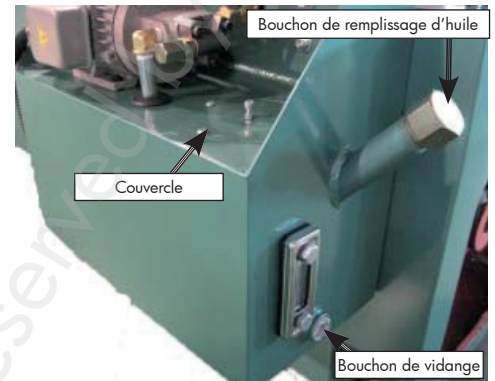

Fig. 71 Composants du réservoir d'huile de la poupée fixe
2. Enlevez le bouchon de remplissage illustré sur la figure 71.